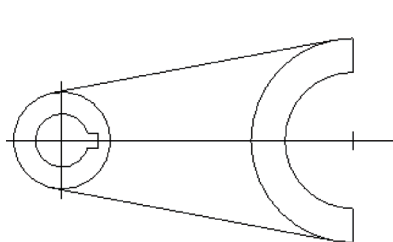

图 4-9 打开模型文件
STEP 01 单击快速访问工具栏中的“打开”按钮，打开模型文件，如图 4-9 所示。